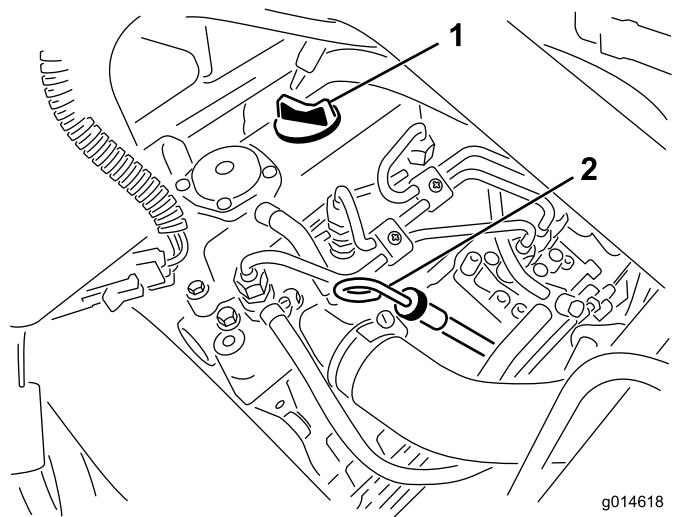

Figure 30
2. Retirez la jauge et essuyez-la sur un chiffon propre (Figure 30).